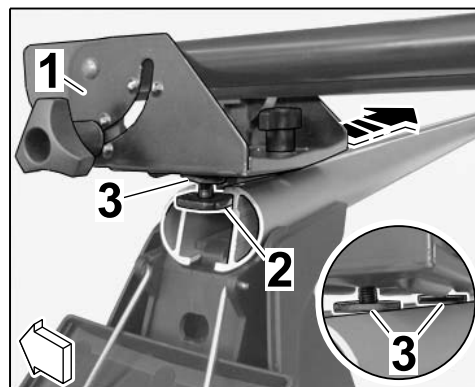

Fig. 26
- Les rondelles en plastique (2 pcs) se trouvent **ENTRE** le support de roue avant et le support du système de transport sur toit (⇒ figure 26, zoom). Cela signifie qu'elles reposent sur le support du système de transport sur toit.
- 6.1.2 Faire glisser le support de roue avant avec les deux goujons en T dans la rainure du support du système de transport sur toit (⇒ Fig. 26 -**flèche**-).
Les rondelles en plastique (⇒ Fig. 26 -**2**-) doivent se trouver entre le support et le support de roue avant (⇒ Fig. 26 -**3**-).